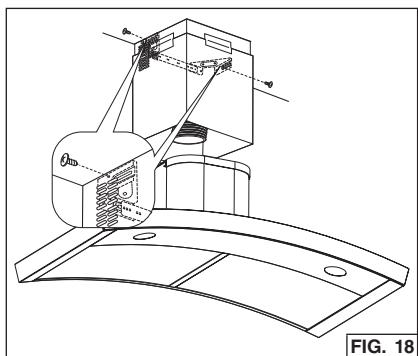

FIG. 18
6. Mettez le carneau en position au-dessus de la hotte. Fixez le carneau supérieur au support de montage du carneau avec 2 vis de 3,9 x 6 mm. Fig. 18.